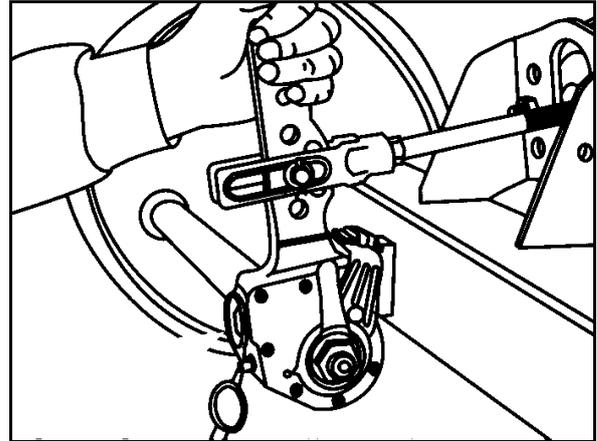

Fig. 88
Actionner l'actionneur de rampe à la main dans le sens de la pression (Fig. 88). En cas de course à vide de la tige de compression du cylindre à membrane à longue course de 35 mm max., le frein sur roue doit être réajusté.
2. Tourner à l'envers la vis de réglage (flèche) avec une clé polygonale (Fig. 88) d'env. un $\frac{3}{4}$ de tour dans le sens inverse des aiguilles d'une montre. La course à vide doit être d'au moins 50 mm, pour une longueur de levier de 150 mm.